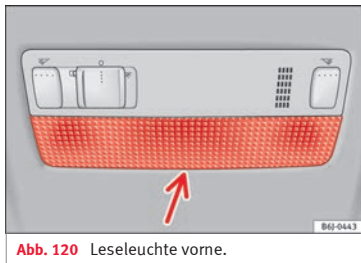

Abb. 120 Leseleuchte vorne.
- Das flache Ende eines dünnen Schraubendrehers zwischen Gehäuse und Glas einführen »» **Abb. 120**.